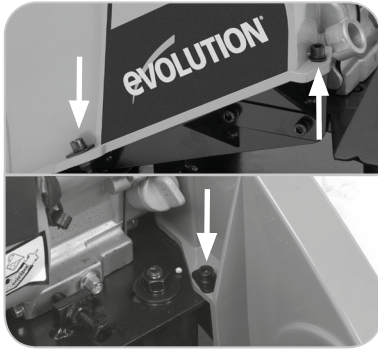

Fig. 18
- Retire la guarda de protección de la correa retirando los tres (3) tornillos de cabeza hueca (Fig. 18) usando una llave hexagonal y una llave (no suministrada) y almacénela de forma segura para su uso futuro.